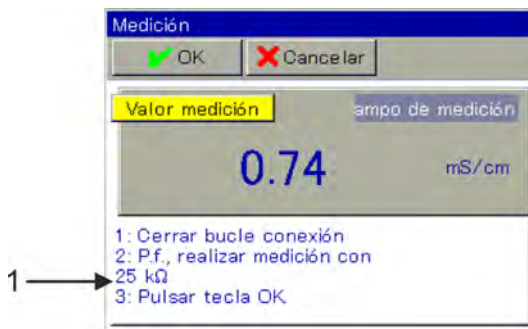

Fig. 79: Obedecer las instrucciones (pos. 1)
9. ➤ Ajuste el adaptador de calibración a 25 kΩ. Cuando la indicación de medición se haya estabilizado, confirme con «OK». (Véase Fig. 79 .)